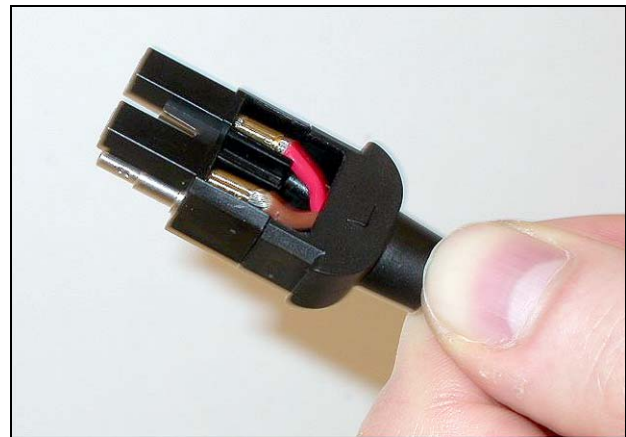

рисунок 30.33: Монтажный блок/задняя часть корпуса в сборе
- 29 Вставьте монтажный блок в заднюю часть корпуса (см. рисунок 30.33).